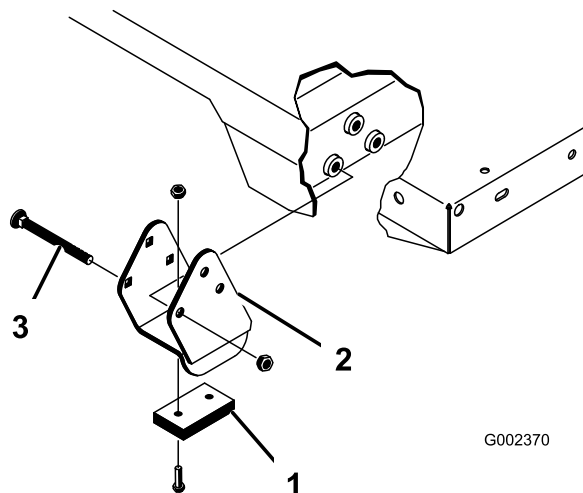

Figura 34
Nota: Certifique-se de que os suportes dos espaçadores e os bloqueios contra desgaste (Figura 34) foram instaladas na cabeça das porcas no interior da máquina.
2. Coloque a plataforma com cuidado no chassi, alinhando os orifícios posteriores da placa de articulação da plataforma com os orifícios do chassi traseiro e coloque (2) pinos de segurança e pinos de sujeição (Figura 34).
3. Depois de baixar a plataforma, fixe as extremidades da haste do cilindro às respectivas ranhuras nas chapas de montagem da plataforma com um passador de forquilha e um pino de sujeição. Introduza o passador de forquilha na parte exterior da plataforma com o pino de sujeição virado para fora (Figura 34). As ranhuras posteriores são utilizadas na instalação da plataforma completa e as ranhuras frontais para a instalação da plataforma 2/3.